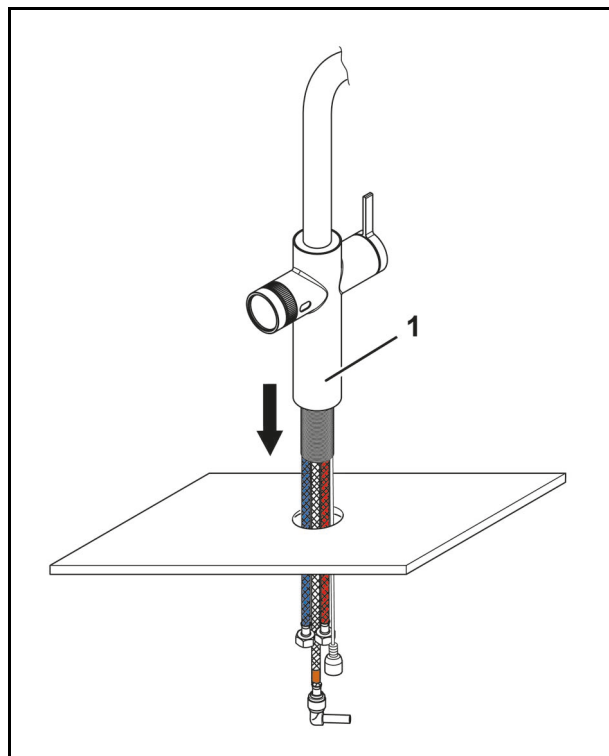

Abb. 10
1. Wprowadzić przewody armatury (Abb. 10/1) przez otwór w dół w podbudowę.
2. Ustawić armaturę (Abb. 10/1) na przygotowanej podbudowie.